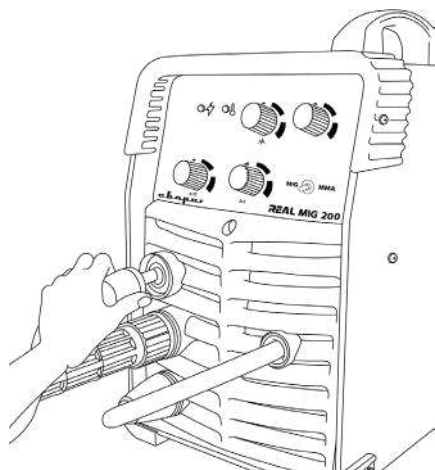

Рис. 9.5. Подключение силового наконечника клеммы заземления.
4. Вставьте силовой наконечник кабеля клеммы заземления в панельную розетку со знаком «+» или «-» (в зависимости от необходимых технологических задач (См. раздел 10) на передней панели аппарата, поверните его до упора по часовой стрелке, убедитесь в плотной фиксации соединения (См. рис. 9.5). Закрепите клемму заземления на заготовке.